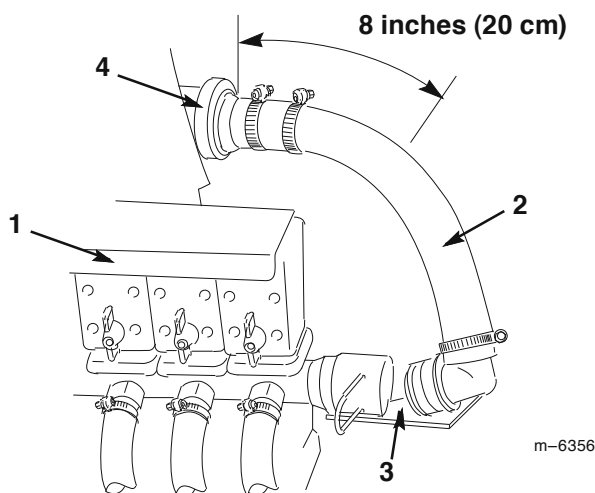

図8
1. ブーム送液バルブ右側のT字管に接続されているboom送液ホースを止めているリテーナを外し、ホースを外す(図8)。
2. boom送液ホースを、フロー・メータ(装着している場合)の右8 インチ(20 cm)、または送液T字管(boom・バルブのすぐ後ろにある)から32 インチ(114.30 cm)のところで、金のこを使って切断する(図8)。ゆるめた側からホース・クランプを外す。ホースとフィッティングを廃棄する。